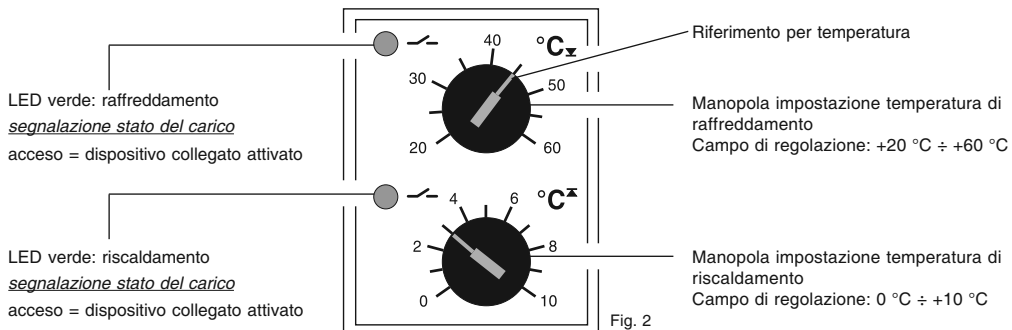

Fig. 2
- Il termostato attiva il ventilatore quando la temperatura nel quadro supera il valore massimo, impostato con la manopola (fig. 2).
- Il termostato attiva il dispositivo di riscaldamento collegato quando la temperatura nel quadro è inferiore al valore minimo impostato con la manopola (fig. 2).